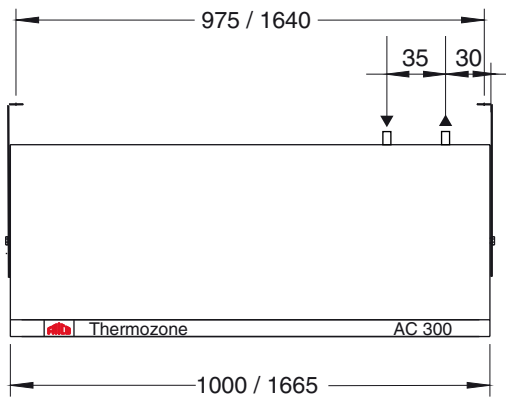

Fig. 1
Воздух забирается в верхней и нижней части фронтальной панели (см. рис.1) и выдувается с большой скоростью вдоль створа ворот, предотвращая перетечки воздуха через открытый проем. Крепежные элементы позволяют поворачивать завесу с тем, чтобы направить поток воздуха под нужным углом, в зависимости от разности давлений, температур и ветровой нагрузки. Скорость потока воздуха может регулироваться пультом управления скоростью (ACR304 или ACR3042), имеющим четыре положения.
- Вначале разметьте место на стене или на потолке, установите консоли и подвесьте аппараты воздушной завесы (рис. 1). Минимальное расстояние от верха завесы до потолка для подсоединения гибких подводок - 200мм. При креплении скоб непосредственно к потолку для подсоединения гибких подводок необходимо применение уголковых переходников.